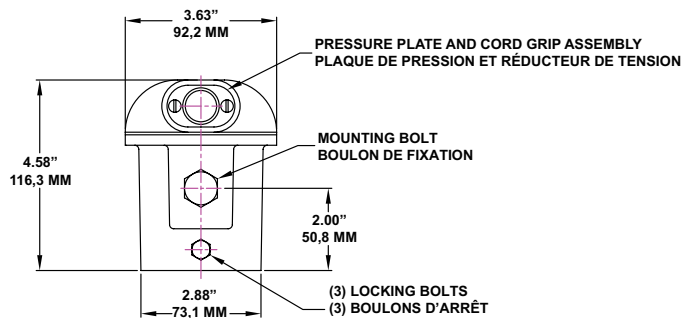

Figure 8: Poletop Slip-Fitter (P/N: G-SF20) | Embout de poteau (réf. : G-SF20)
1. Loosen the two screws on the pressure plate for cord/cable entrance. See Figure 8.
Desserrez les deux vis de la plaque de pression pour permettre l'entrée du cordon/câble. Reportez-vous à la Figure 8.
5. Mount the luminaire with yoke to the poletop slip-fitter using the mounting bolt (supplied). Tighten the mounting bolt in place. See Figures 8 & 9.
Montez le luminaire avec l'étrier sur l'embout de poteau à l'aide du boulon de fixation (fourni). Serrez le boulon de fixation en place. Reportez-vous aux Figures 8 et 9.